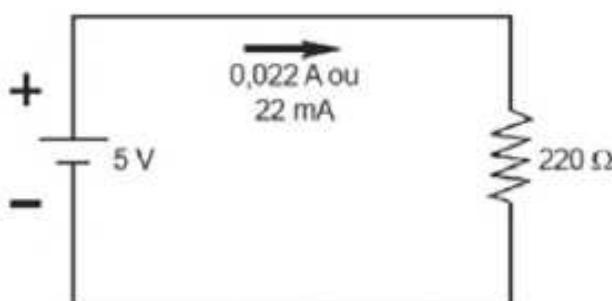

Figura 2.5 – Tensão, corrente e resistência.
A tensão é expressa em volts (V); a corrente, em amperes (A); e a resistência, em ohm (Ω). Dessa forma, o circuito elétrico ilustrado na Figura 2.5, no qual temos uma tensão de 5 V aplicada sobre uma resistência de 220Ω , produzirá uma corrente de 0,022 A ou 22 mA.